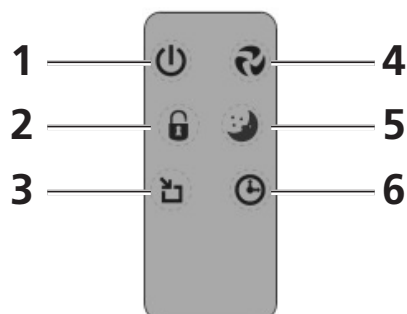

Bild 5
1. Visar inställd flätkapacitet. Flätkapaciteten kan anges genom att trycka på Knapp 1 på displayen (Bild 4) eller Knapp 4 på fjärrkontrollen (Bild 5). Genom att trycka på knappen upprepade gånger cyklas flätkapaciteten från SLEEP till LOW till MEDIUM till TURBO och tillbaka till SLEEP.